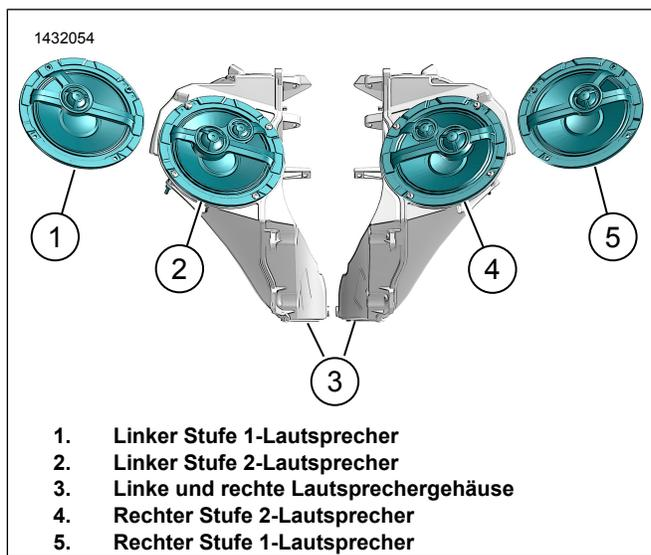

Abbildung 3. Lautsprecheranordnung (typisch)
- a. Siehe Abbildung 3. Lautsprecher am Gehäuse ausrichten.